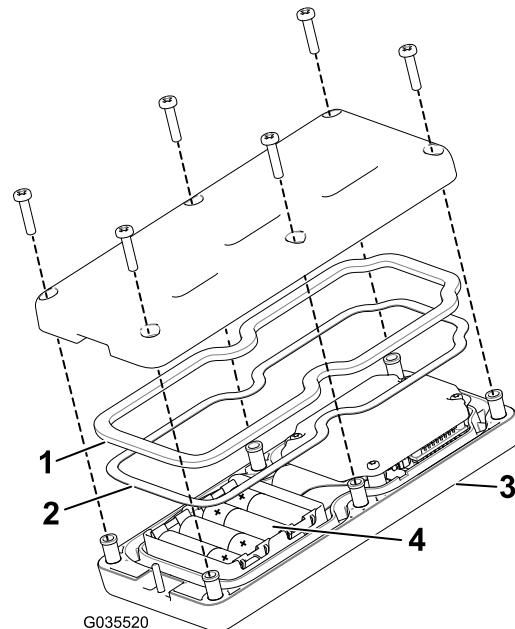

Bild 26
3. Nehmen Sie die sechs Schrauben aus der Rückseite der Fernbedienung heraus und nehmen Sie die Abdeckung ab (Bild 26).
5. Legen Sie jede neue Batterie in das Batteriefach ein und achten Sie auf die richtige Polarität. (Wenn die Batterien falsch eingelegt sind, wird das Gerät nicht beschädigt; es funktioniert jedoch nicht.) Das Fach hat Polaritätsmarkierungen für jeden Anschluss (Bild 26).
6. Wenn Sie die Gummidichtung und die Stahldichtung aus Versagen entfernen, setzen Sie sie vorsichtig in den Kanal in der Handfernbedienung ein (Bild 26).
7. Setzen Sie die Abdeckung auf und befestigen Sie sie mit den sechs vorher entfernten Schrauben (Bild 26) und ziehen Sie mit 1,5-1,7 N·m an.